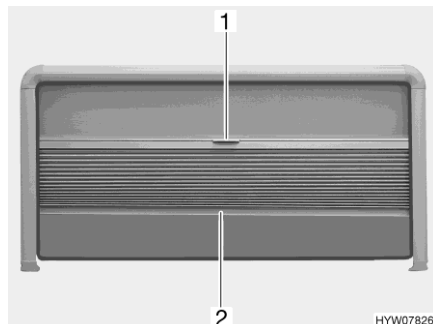

Bild 41 Plisségardin och insektsnät
- Ta tag i mitten på plisségardinens kantlist (Bild 41,2) och dra försiktigt ned den.
- Håll plisségardinens kantlist (Bild 41,2) i mitten och skjut upp plisségardinen försiktigt.
- Drag ned insektsnätet (Bild 41,1) i handtaget.
- Drag upp insektsnätet helt (Bild 41,1), drag i handtaget.